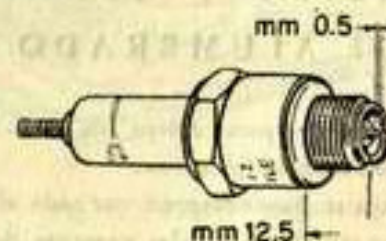

Fig. 9 - Bujía.
- Limpiar los electrodos y controlar y regular la distancia según se indica en la Fig. 9.